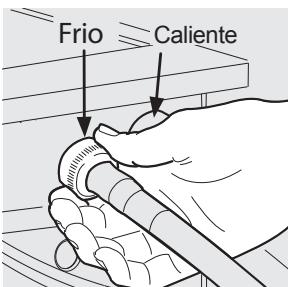

fig. 3
- Conecte la manguera de entrada CALIENTE (color: rojo) a la conexión de entrada CALIENTE en la lavadora y la manguera de entrada FRÍA a la conexión de entrada FRÍA (color: azul) en la lavadora. (fig. 3).